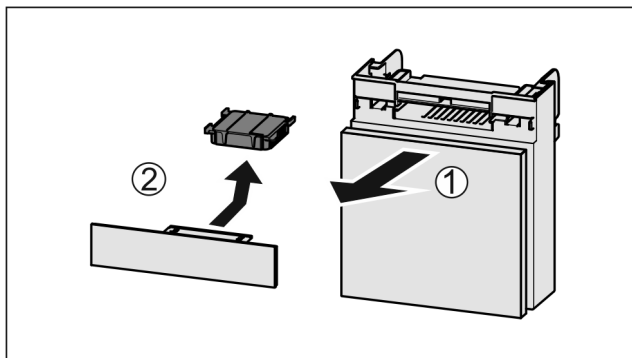

Fig. 170
- ▶ Træk rummet fremad Fig. 170 (1).
- ▶ Tag aktivkulfilteret Fig. 170 (2) ud.